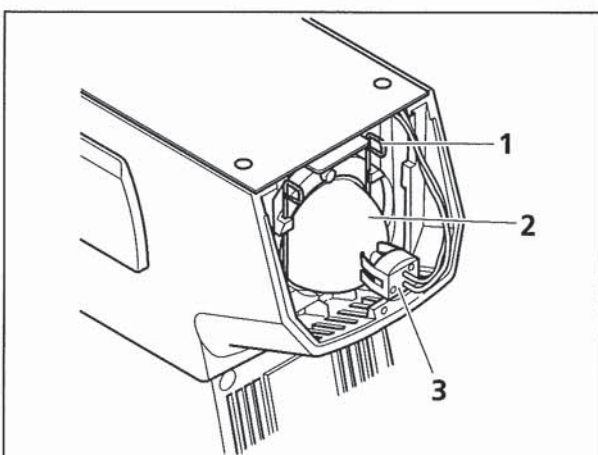

Bild 3-22 Halogenlampe 12 V 50 W einsetzen
- Neue Halogenlampe (Bild 3-22/2) an die Anlagefläche der Lampenhalterung anlegen (die Halogenlampe wird durch die dort vorhandene Nut in ihrer Lage fixiert).
- Klemmbügel (Bild 3-22/1) der Lampenhalterung beidseitig zusammen drücken und nach oben kippen, bis der Klemmbügel an der Halogenlampe anliegt. Klemmbügel langsam loslassen, so dass dieser sich öffnet und in die Haltelemente rechts und links einrastet.
- Korrekten Sitz der Halogenlampe prüfen und Stecker (Bild 3-22/3) auf die Stifte der Halogenlampe aufstecken. Dabei nicht verkanten, damit die Stifte nicht verbogen werden.